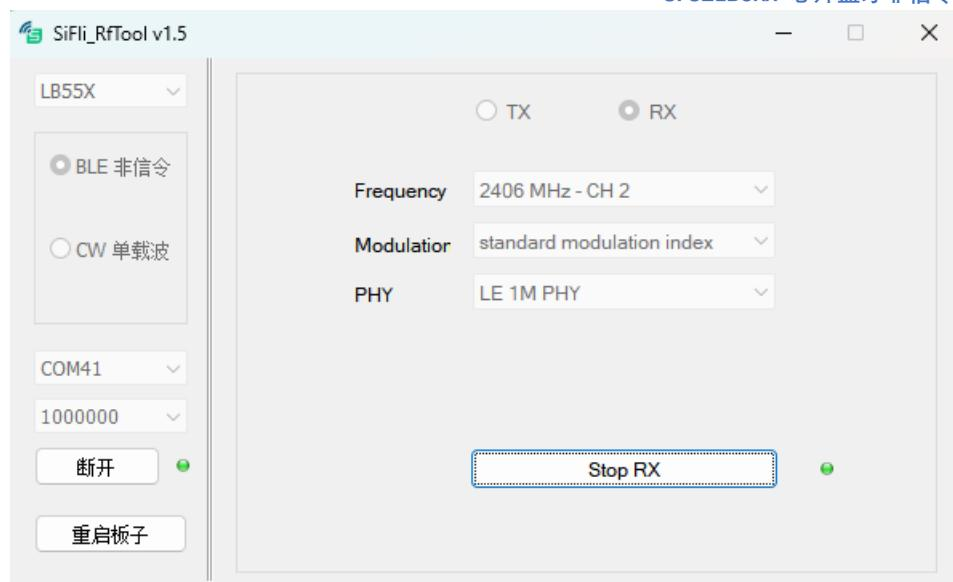

图 2-5
- 点击 Start RX，Start RX 变成 Stop RX，且指示灯变成绿色，表示进入对应 RX 状态，如图 2-5。